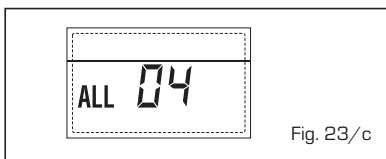

Fig. 23/c
- **ANOMALÍA Sonda IDA CALEFACCIÓN "ALL 05" (fig. 23/d)**